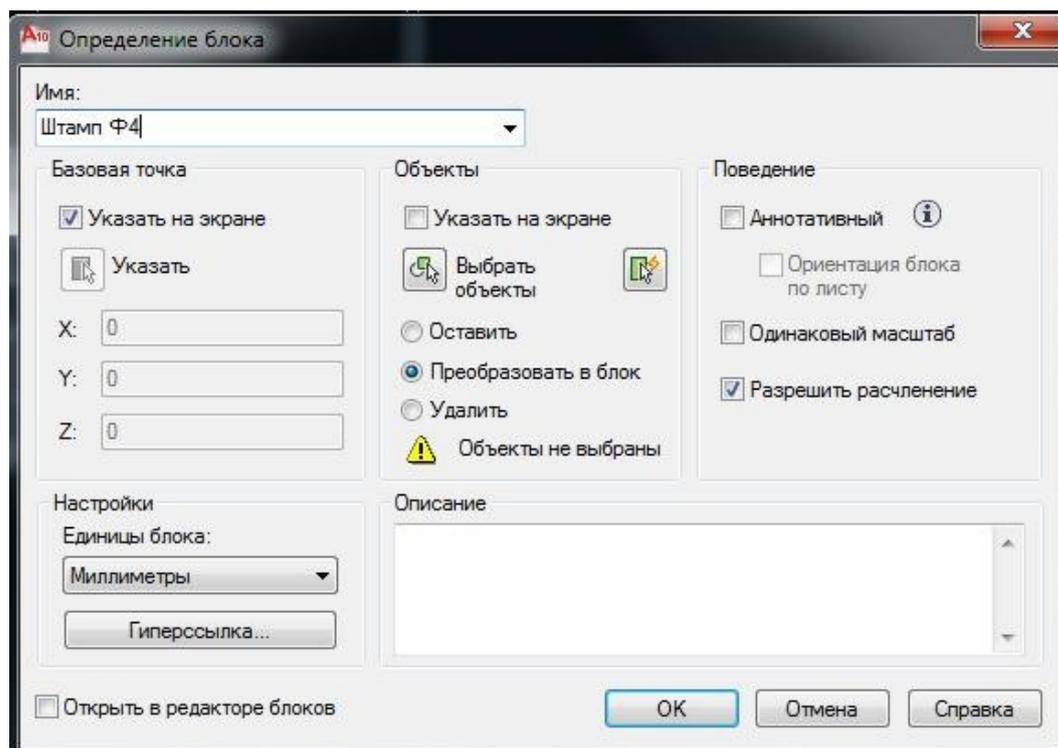

Рисунок 2.4. Диалоговое окно «Описание блока».
- В диалоговом окне "Описание блока" ввести имя блока(см. Рисунок 2.4).